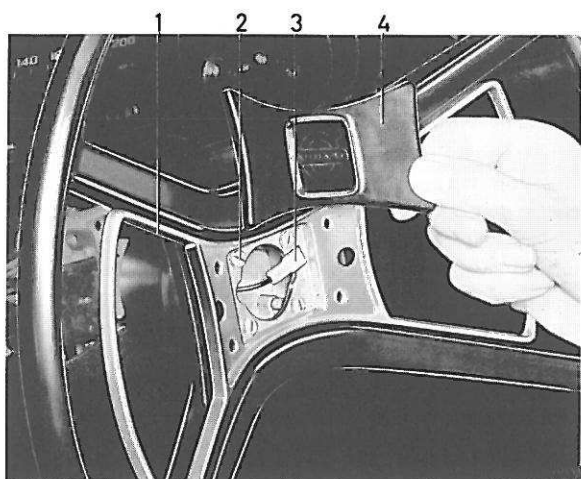

Figure 51. Détail du volant 1972
- 2b. Nouveau modèle. Enlever le rembourrage de sécurité (4, figure 51). Déconnecter le câble d'avertisseur (3). Retirer les vis de fixation (2) et démonter le cerclo-contact (1). Récupérer les ressorts et les rondelles.